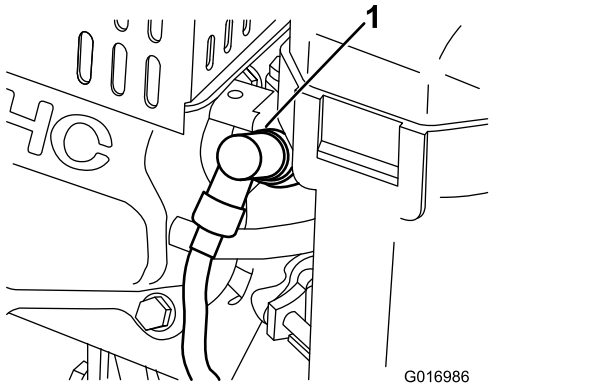

Figure 27
1. Débranchez le fil moulé de la bougie (Figure 27).